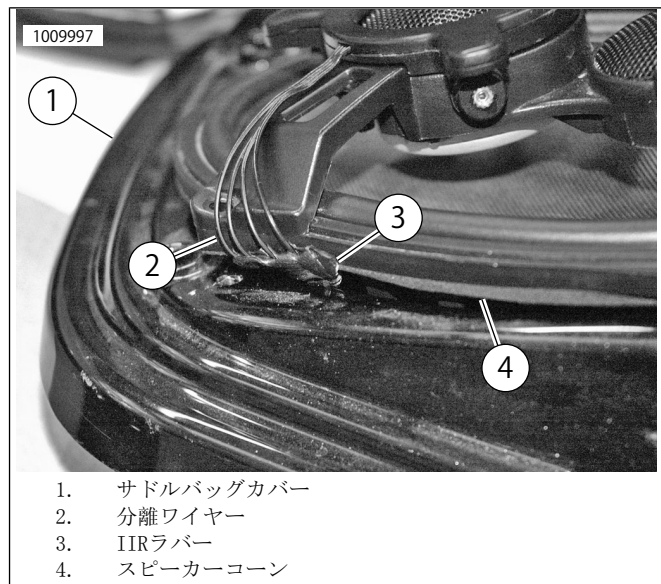

図9。
1. 図9を参照してください。IIRラバー(3)が分離ワイヤー(2)エリアとサドルバッグカバー(1)との間にあることを確認します。こうなっていれば、ワイヤーが覆われるだけでなく、スピーカーコーン(4)がサドルバッグカバーに密閉されますので、水が浸入しなくなります。